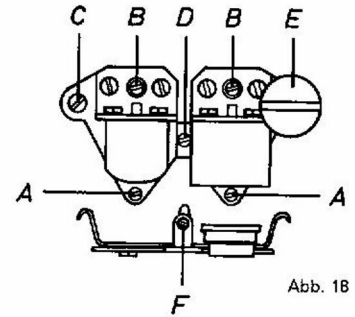

Abb. 18
Der Bandführungsbolzen (A) ist bei dem 4-Spur-Modell so zu justieren, daß die Oberkante des Löschkopfspaltes und die Oberkante des Tonbandes auf gleicher Höhe sind. Bei dem 2-Spur-Modell müssen die Löschkopfspalten gleich weit von der Oberkante und Unterkante des Tonbandes entfernt sein. Die mittlere Bandführung wird durch Drehen der Stellschraube an der Führung (F) (siehe Abb. 18) so eingestellt, daß das durchlaufende Tonband bei Vor- bzw. Rücklauf nicht an dem unteren Anschlag der Führung (F) streift.
## 11. Tonköpfe (siehe Abb. 18)
6. Aufnahmekopf durch Drehen der Schrauben (A) und (B) (siehe Abb. 18) auf richtige Höhe bringen (siehe hierzu auch die dem Justierband beiliegende Anweisung). Ein Neigen des Tonkopfes nach vorne oder hinten ist durch gleichmäßiges Drehen der Schrauben (A) und (B) zu vermeiden.
7. Die Senkrechtstellung des Kopfes wird anschließend durch Drehen der Schraube (C) vorgenommen. Hierbei wird die maximale Ausgangsspannung des Justiertones eingestellt. Es ist darauf zu achten, daß während des Justiervorganges die unter der Schraube (D) befindliche Druckfeder vorgespannt ist.
9. Wiedergabekopf entsprechend den Punkten 4—7 mit den Schrauben (A) und (B) auf richtige Höhe einstellen und mit dem Verstellknopf (E) senkrecht stellen. Verstellknopf für die Senkrechtstellung so justieren, daß der Schlitz auf die Markierung der Tonkopfabdeckung zeigt.